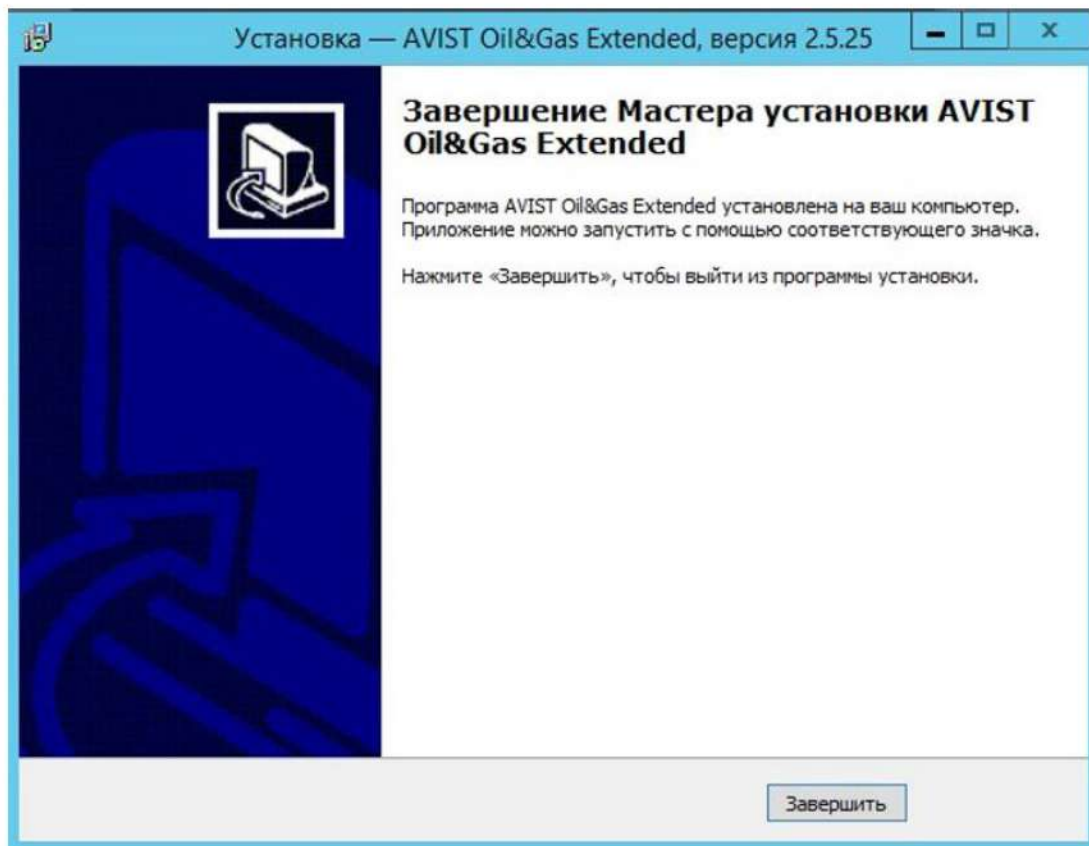

Рисунок 8 - Завершение Мастера установки AVIST Oil&Gas Extended
7) Нажать кнопку «Завершить» (Рисунок 8).